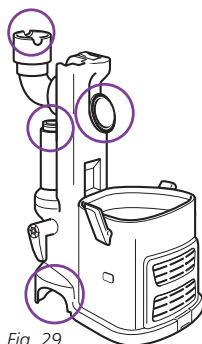

Fig. 29
- Retirez le récipient à poussière et le tube rallonge, puis séparez l'aspirateur portatif *Lift-Away^{MC}* de la brosse à plancher motorisée. Vérifiez les quatre orifices pour détecter toute obstruction. (Fig. 29)